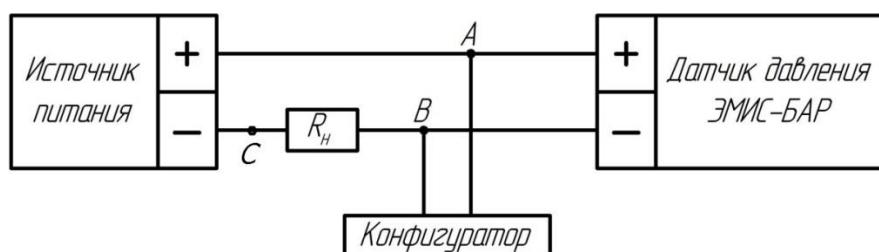

Рисунок 41 – Схема подключения датчика с устройством HART–коммуникации
2.7.4 Если система построена по схеме "точка – точка" (рисунок 41, 42), то основная переменная может быть считана как в аналоговом виде, так и в цифровом. В многоточечной же системе аналоговая информация недоступна и считывание величины давления происходит только в цифровом виде.